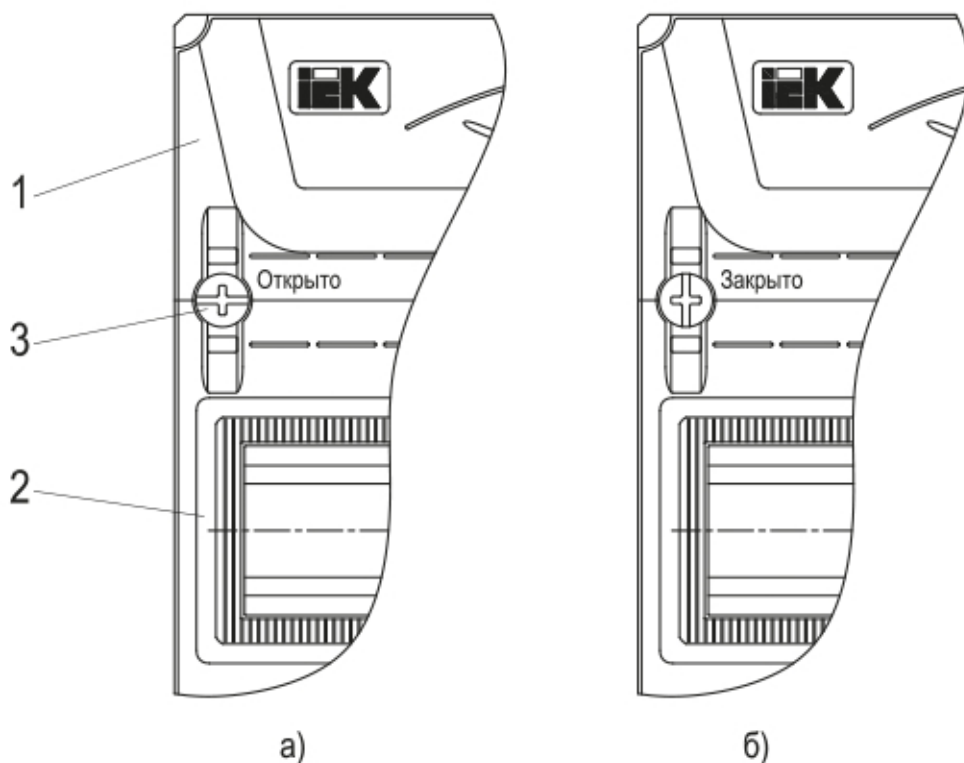

Рисунок 2 – Оперативная панель
4.5 Оперативная панель выполнена сборной, состоящей из торцевых (1) и линейных (2) модулей и крепежных клипс (3) (рисунок 2). На линейных модулях имеются окна для выхода модульной электроаппаратуры, в нижнее окно установлена заглушка (только для корпусов с двумя окнами и более).
6.1 Открыть дверь корпуса и посредством отвёртки повернуть крепёжные клипсы на оперативной панели на угол 90° (шлиц на головке клипсы должен встать параллельно Т-образной направляющей TH35-7,5 (ГОСТ IEC 60715)), при этом панель отщелкнётся со стоек, и ее можно снять (рисунок 2а). Торцевым гаечным ключом на 10 мм открутить гайки и демонтировать из оболочки монтажную раму.